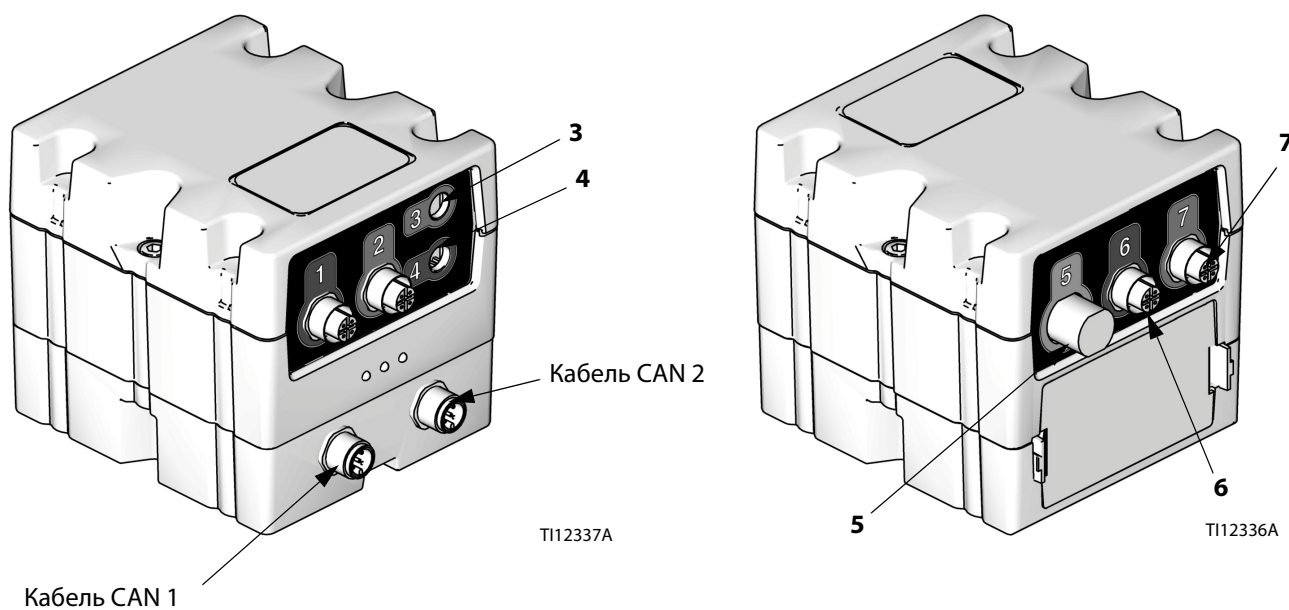

Рис. 7. Соединения датчика модуля регулирования подачи жидкости (FCM)
- Модуля регулирования подачи жидкости (K). См. Рис. 7, стр. 13.
3. Замените кабель между датчиком опорожнения бочки (EE) и разъемом FCM (см. Рис. 7, стр. 13) кабелем разделителя датчика определения низкого уровня/опорожнения бочки.